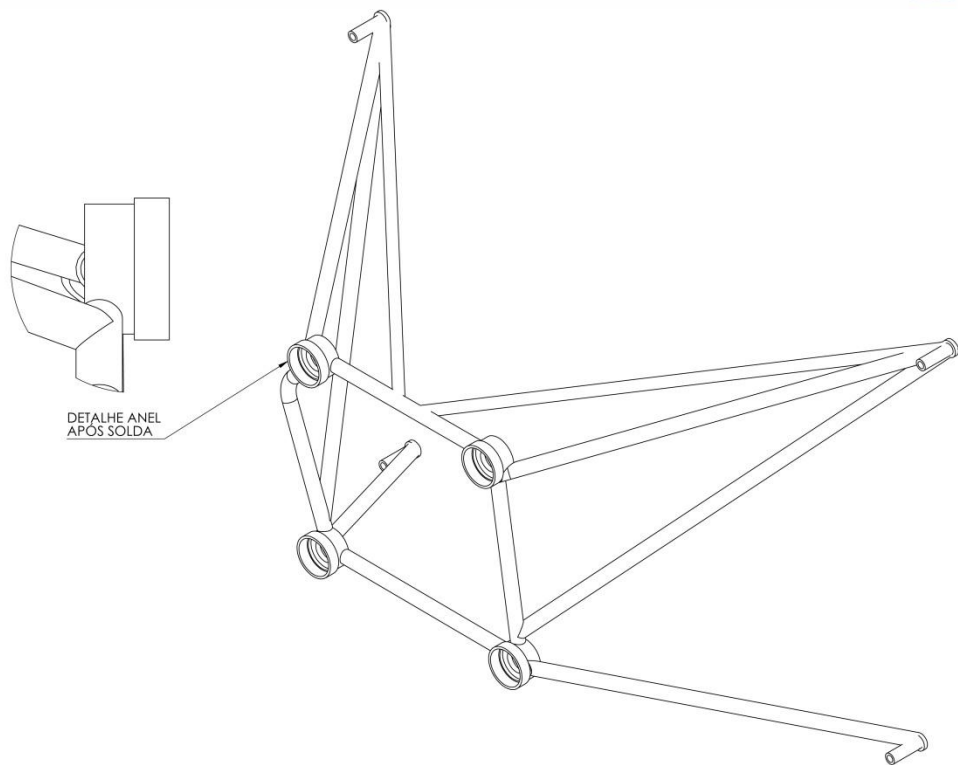

Figura 6: Conjunto Soldado
- 4- Após alinhamento dos anéis, concluir cordão externo e interno de solda, **Figura 6 e Figura 7**;